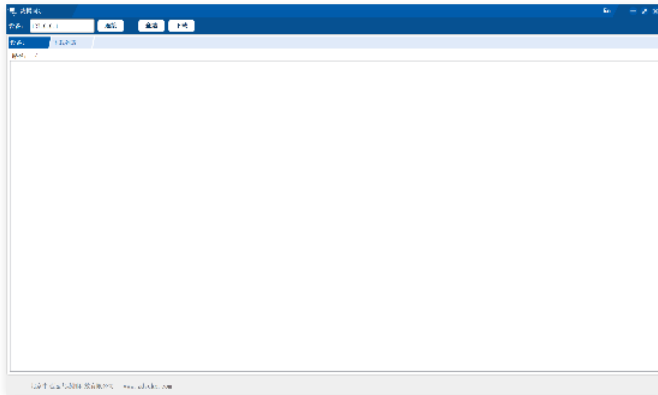

图 3.4 数据同步
2). 进入同步数据，弹出数据同步窗口；如图 3.4 所示。